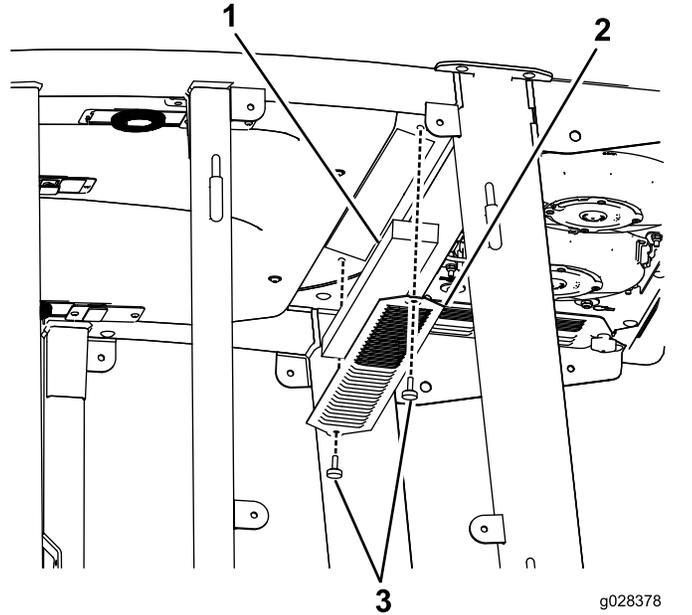
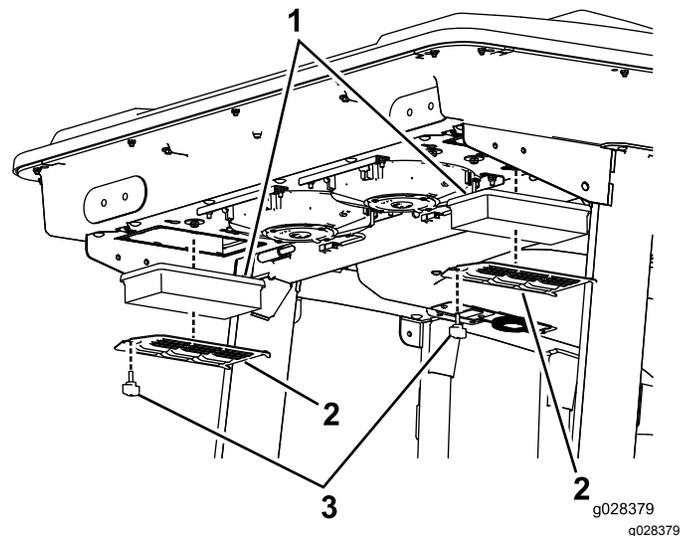
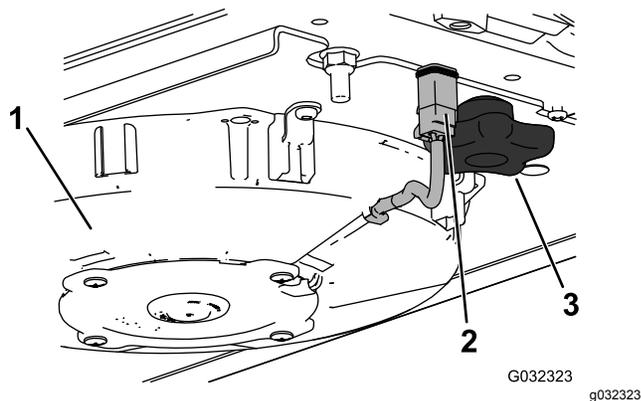
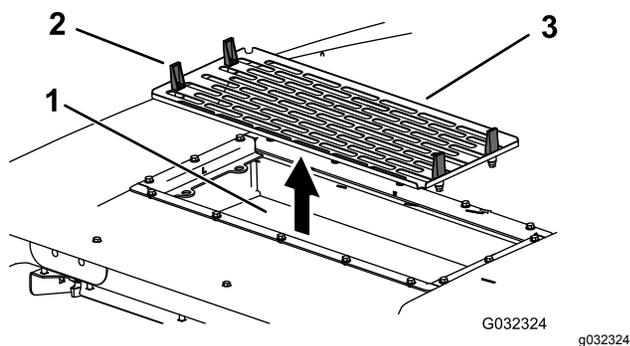

Рисунок 92
Рисунок 93
Рисунок 95
Рисунок 96
1. Выверните винты и снимите решетки у салонного и заднего воздушных фильтров кабины (Рисунок 92 и Рисунок 93).
- Снимите воздушные фильтры (см. Рисунок 93).
- Установите воздушные фильтры, сетку и вентилятор в сборе (Рисунок 93, Рисунок 95 и Рисунок 96).
7. Подсоедините провод к каждому вентилятору (Рисунок 95).